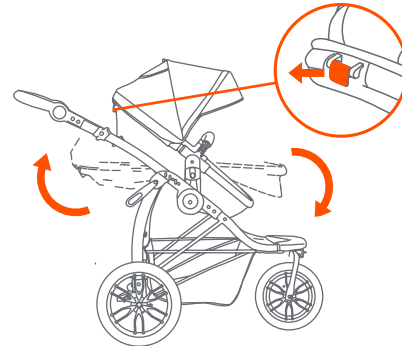

Fig. 11a
- 11) • Le siège peut être réglé en position verticale, inclinée et position landau. Tirez sur le bouton d'inclinaison situé à l'arrière du siège et installez le siège dans la position désirée (Fig. 11a).